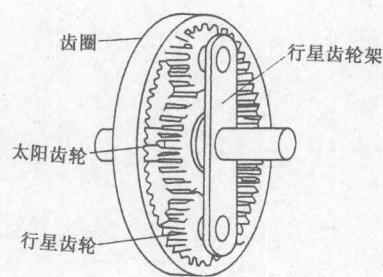

图 1.3 行星齿轮机构
(2) 行星齿轮装置是由 2~3 排行星齿轮组成，每排都包括太阳轮、齿圈、行星齿轮架三个元件，如图 1.3 所示。其作用是：再使转矩增大 2~4 倍，提高汽车的适应能力；它是同向、同轴减速增扭，结构紧凑；常啮传动、无冲击、啮合面大，加速性好。